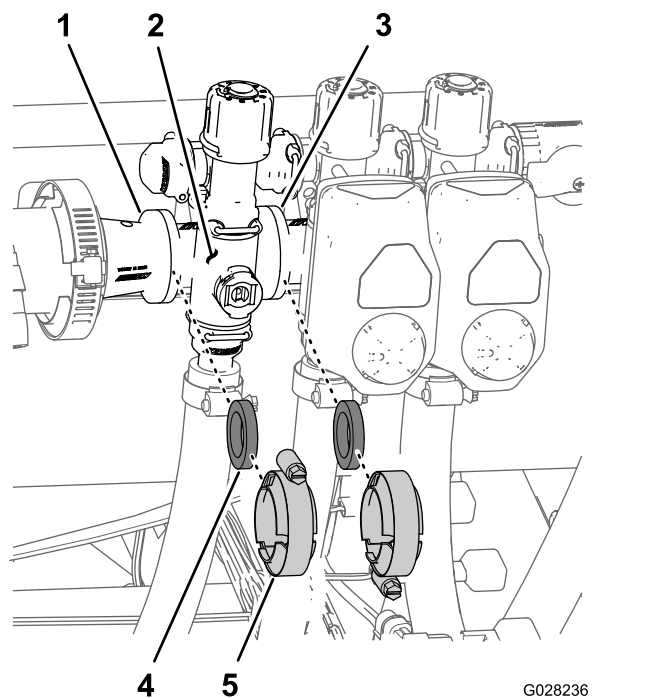

Рисунок 136
1. Снимите хомуты и прокладки крепления коллектора клапана секции (Рисунок 136) к примыкающему клапану секции (если это левый клапан секции, а также переходная муфта).